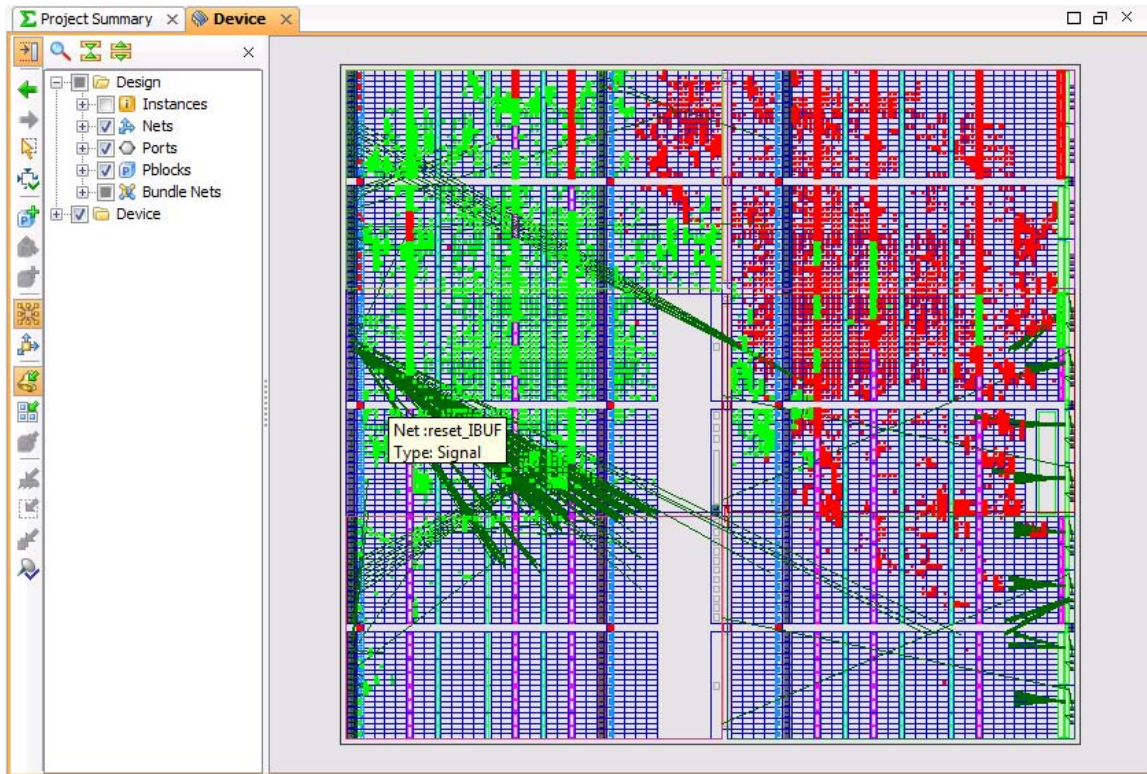

図 37 : [Device] ビューの簡素表示
5. [Instances] の横のチェック ボックスをオフにします (図 37)。